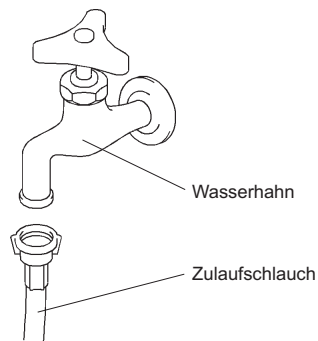

Abb. 5
- 2) Das andere Ende des Zulaufschlauches ist an den Wasserhahn (Abb. 5) zu schrauben, dabei wie oben darauf achten, daß die Gummidichtung richtig liegt und mit der Hand festziehen. Vorsichtshalber sollte das Absperrventil in Reichweite sein.
- 2) Das andere Ende des Zulaufschlauchs auf den Wasserhahn (Abb. 5) schrauben, dabei wie oben darauf achten, daß die Gummidichtung richtig liegt und per Hand festziehen.